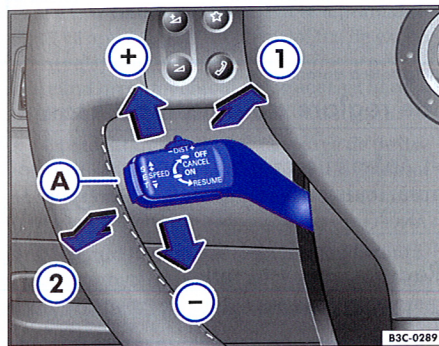

Fig. 136 Elemente de comandă ale sistemului de reglare automată a distanței
- Apăsăți scurt tasta **[SET]** ⇒ fig. 136 (A), pentru a memora viteza actuală. Simultan se activează și sistemul de reglare a distanței.
- Apăsăți scurt maneta ⇒ fig. 136 în direcția **(+)**, pentru a mări viteza ⇒ ⚠. Viteza reglată va fi afișată pe display-ul din tabloul de instrumente. În timpul deplasării, viteza memorată poate fi diferită față de viteza reală de deplasare sau
- Apăsăți scurt maneta ⇒ fig. 136 în direcția **(-)**, pentru a reduce viteza. Viteza reglată va fi afișată pe display-ul din tabloul de instrumente. Viteza se reduce prin ridicarea piciorului de pe accelerație sau prin frânare activă, sau
- În cazul dezactivării temporare a RAD, viteza dorită poate fi selectată de la ⇒ fig. 136 (+) și (-). ▶